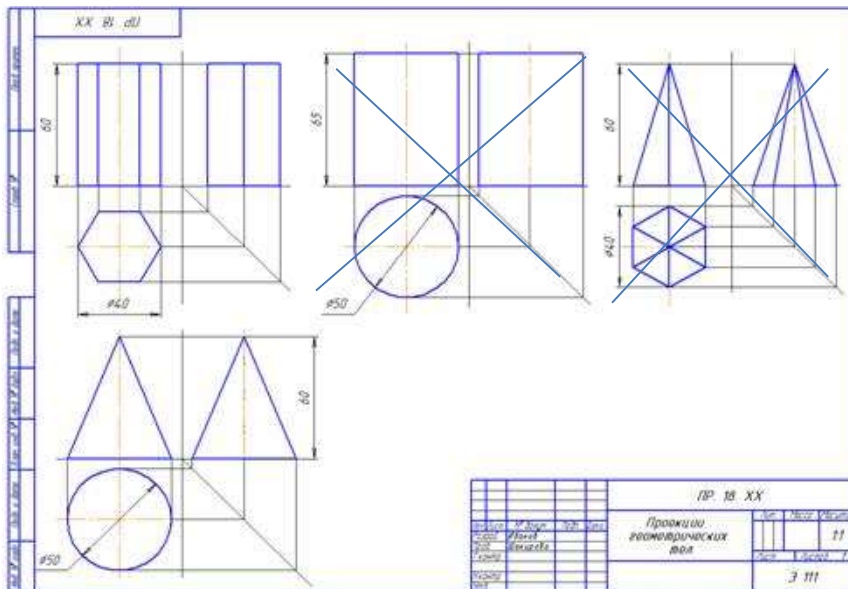

Рисунок 8.1- Пример выполнения задания
**Задание:** Построить горизонтальную проекцию точки К, принадлежащей плоскости треугольника АВС. Через точку М провести прямую MN, параллельную плоскости треугольника АВС. (рис.8.1). Координаты вершин треугольника взять из таблицы 8.1. Координаты точек К и М из табл. 8.2.